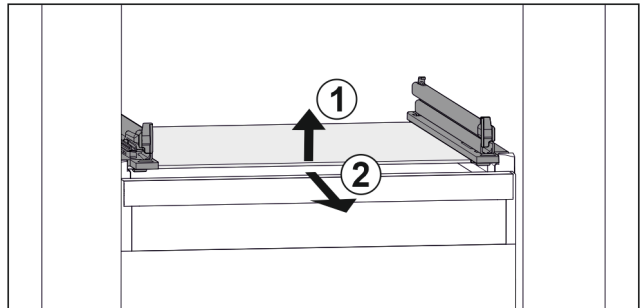

Fig. 137 Приблизне відображення скляної пластини
- ▶ Підняти скляну пластину спереду. Fig. 137 (1)
- ▶ Вийняти скляну пластину рухом вперед. Fig. 137 (2)